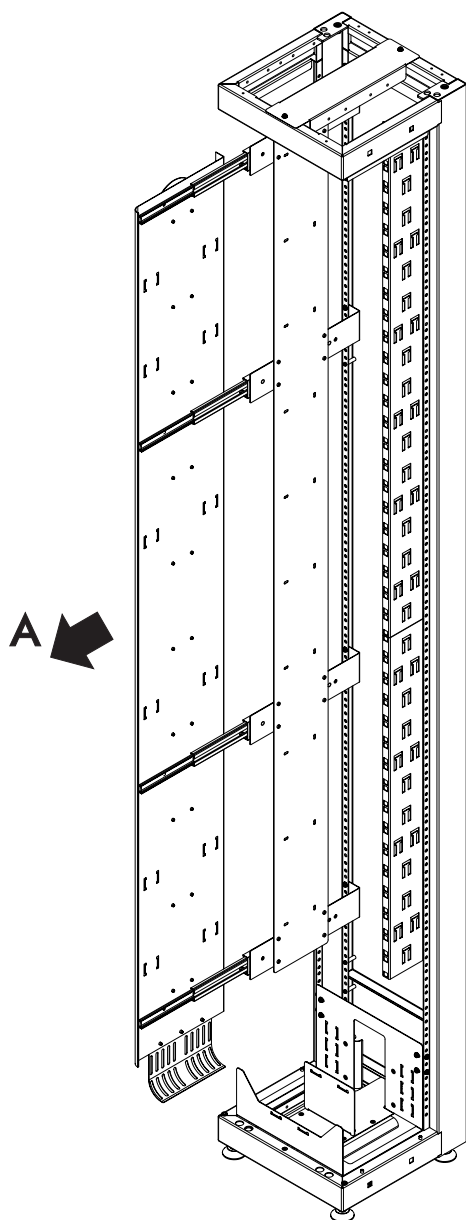

Figura 8
1. Para abertura puxe o suporte (Figura 8, A).